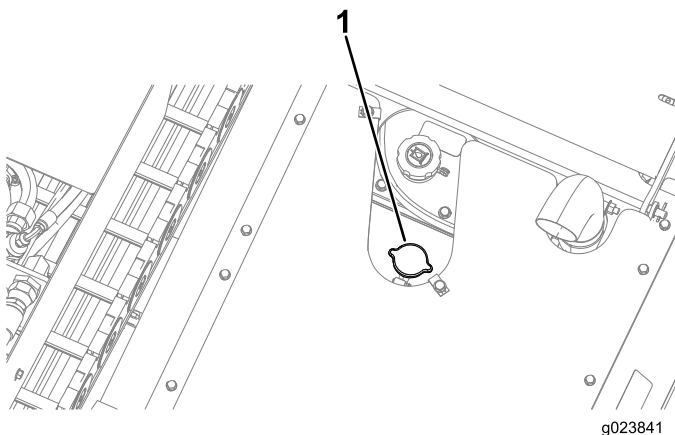

Bild 112
3. Nehmen Sie den Kühlerdeckel ab (Bild 112).
5. Setzen Sie Kühlerdeckel auf und stellen sicher, dass er richtig abgedichtet ist (Bild 112).